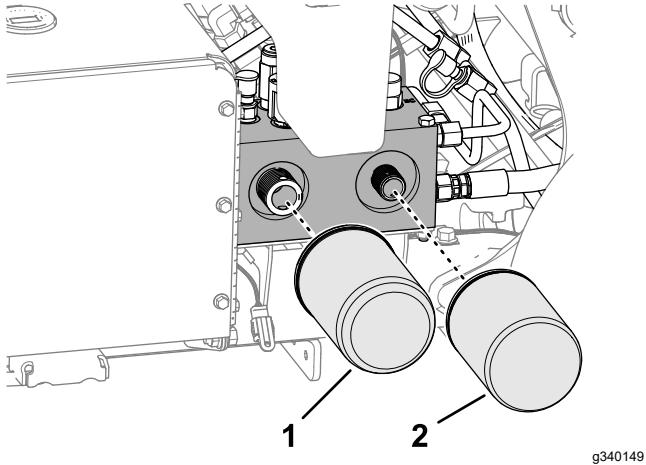

图 181
2. 在滤芯下放一个放油盘拆下旧滤芯并将滤芯安装座垫片表面擦拭干净 图 181。